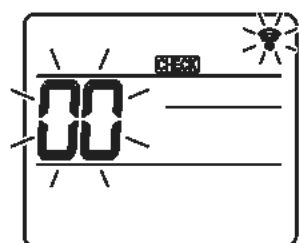
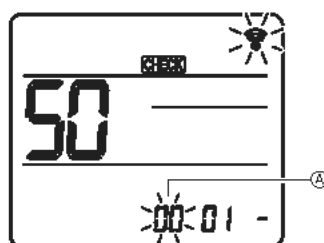
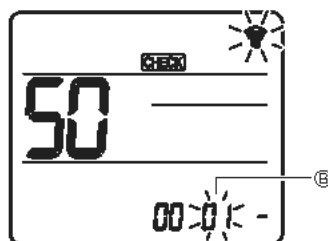
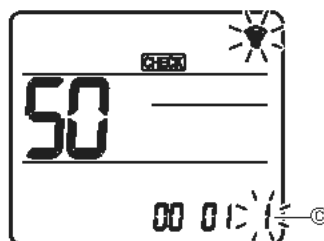

Fig. 7-16
Fig. 7-17
Fig. 7-18
Fig. 7-19
7.4.2. Za pomocą bezprzewodowego pilota zdalnego sterowania (Fig. 7-16, Fig. 7-17, Fig. 7-18, Fig. 7-19)
① Przechodzenie do trybu wyboru funkcji
(Tę operację należy zacząć od stanu wyłączzonego wyświetlacza pilota zdalnego sterowania). Pozycja [CHECK] (Kontrola) jest podświetlona i miga "00". (Fig. 7-16)
② Ustawianie numeru jednostki
Nacisnąć przycisk [] aby ustawić numer jednostki ②. (Fig. 7-17)
③ Wybieranie trybu
Nacisnąć przycisk [] aby ustawić numer trybu ③. (Fig. 7-18)
④ Wybieranie numeru ustawienia
Przycisk [] służy do zmieniania numeru ustawienia ④. (Fig. 7-19)